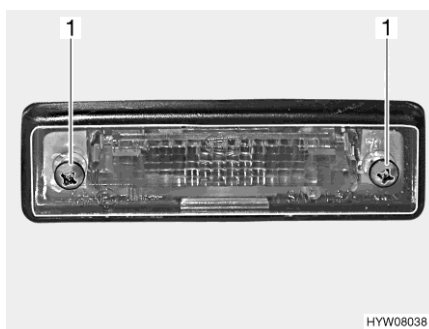

Fig. 225 Eclairage arrière (feu d'éclairage de la plaque d'immatriculation)
- Desserrer les deux vis du boîtier (Fig. 225,1).